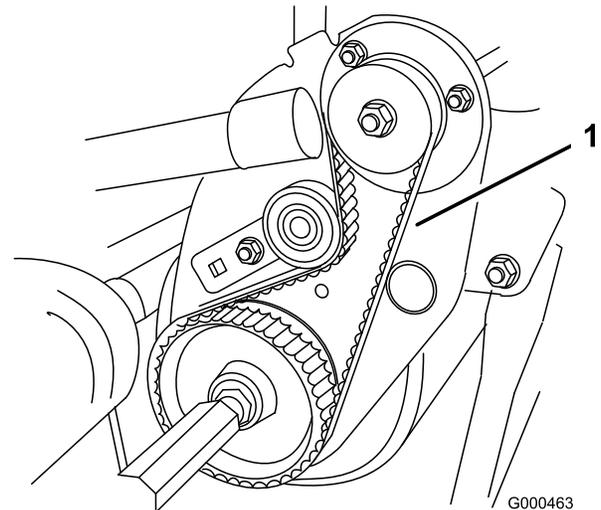

図 39
2. プーリ間の中央 (図 39) でベルトを指で押して点検する。押す力は1.5~2.5 kg程度。たわみが6 mm程度あるのが適正。たわみがこの範囲になれば、以下の要領で調整する。